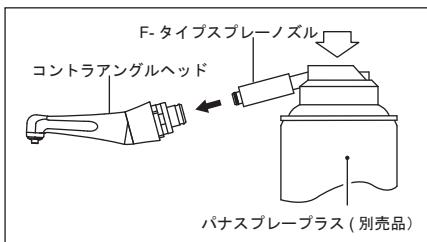

図8
- 2) スプレーノズルをコントラアングルヘッド後部へ挿し込み、コントラアングルヘッドを押さえて、コントラアングルヘッド先端よりオイルが出るまで2~3秒スプレーします。注油は先端から異物等の汚れが出なくなるまで繰り返し行います。(図8)